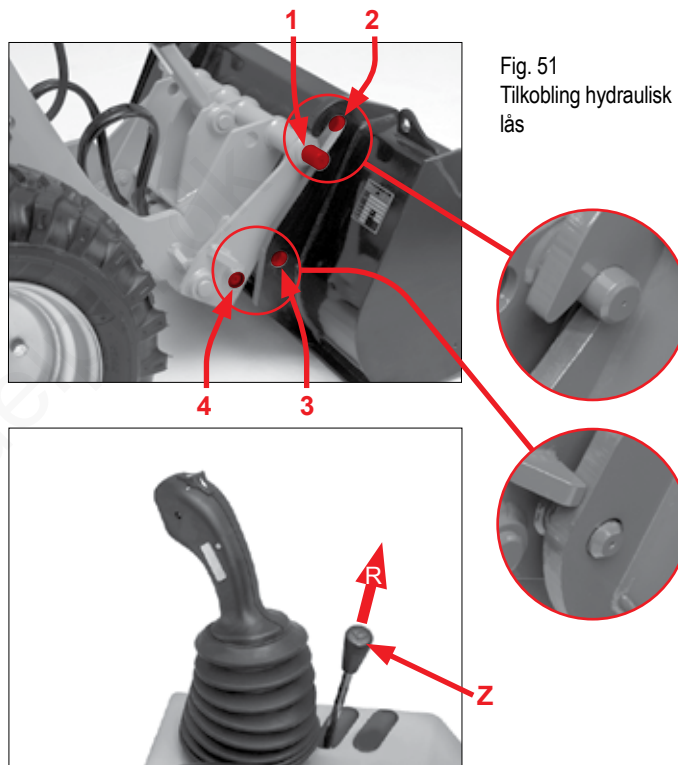

Fig. 51
1. Kør hen til redskab med læsseren (Fig. 51).
2. Anbring optagebolten pos. 1 under optagekrogen pos. 2.
4. Flyt styrehåndtaget til den ekstra hydraulik til højre (R).
5. Kontrollér, at begge bolte er kørt ind i låseboringerne pos. 3.